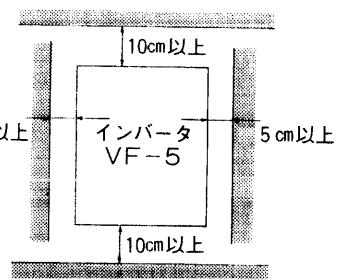

図4-1 インバータの据え付け
- ①据え付方向は接続端子台を下側にして必ず垂直に据え付けてください。
- ②通風のため図4-1に示す様な空間を十分にとってください。
- ①通風には十分配慮しインバータの周囲温度が50°Cを越えない様にしてください。
- ②インバータからは定格容量の5%程度の熱が発生します。盤内収納などの場合には換気にご注意ください。
- ③高温、多湿の場所、じんあい、鉄粉の多い雰囲気では使用しないでください。
- ④腐食性ガスや研削液などのない場所に取り付けてください。
- ⑤振動のない場所、近くに他の電力開閉器など、ノイズ発生源の無い場所、保守点検のしやすい場所に取り付けてください。
- ⑥インバータは防爆構造ではありませんので爆発性ガスのある場所での使用はできません。